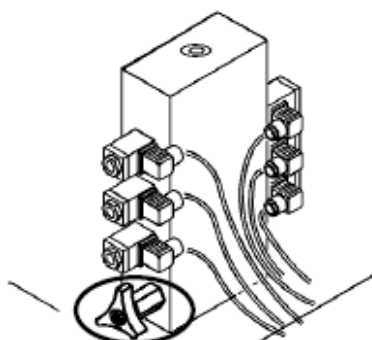

Рисунок 2
2) Клапан максимального давления, установленный на 130 +/- 10% бар (рис. 2) ограничивает максимальное давление в гидравлическом контуре, обеспечивая правильную работу системы.